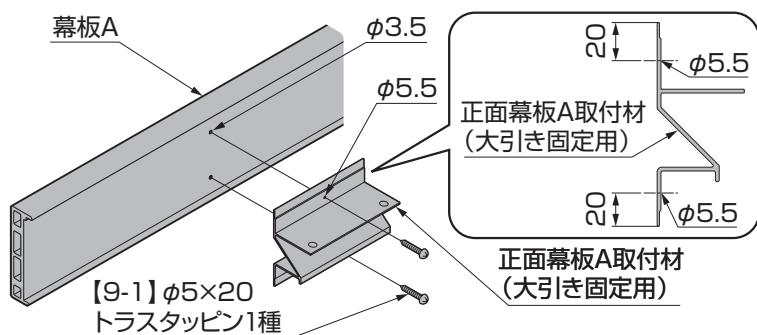

図10-5
- ①正面幕板A取付材(大引き固定用)に上部から20mmと下部から20mmに2ヶ所、φ5.5の孔をあけてください。(図10-5参照)
- ②正面幕板A取付材(大引き固定用)を幕板Aにあてて、幕板Aにφ3.5の下孔をあけてください。
- ③正面幕板A取付材(大引き固定用)を幕板Aに、【9-1】で取付けてください。
- ④正面幕板A取付材(大引き固定用)を、大引きのフィンに引っかけて取付けてください。
- ⑤正面幕板A取付材(大引き固定用)を、大引きに【9-3】で固定してください。